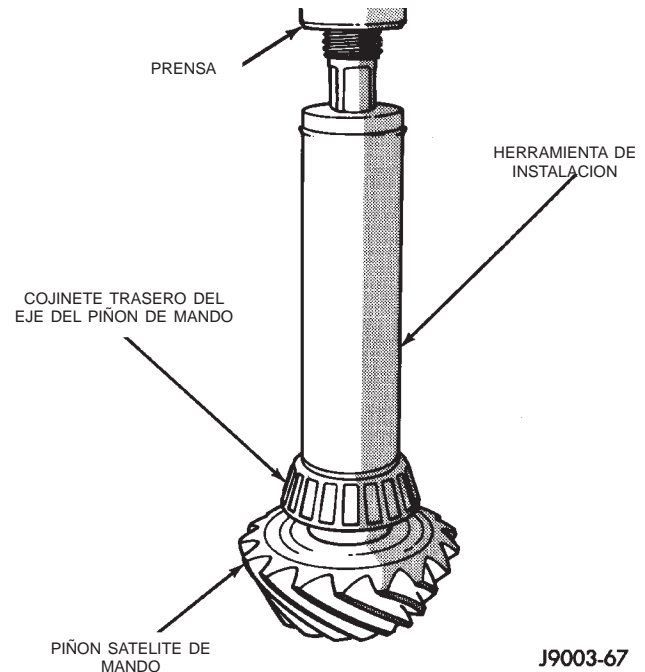

Fig. 55 Instalación del cojinete trasero del eje
(7) Coloque el espaciador con el espesor correcto en el piñón satélite.
(8) Instale el cojinete trasero y el deflector de aceite, si está equipado, en el piñón satélite con el instalador W-262 (Fig. 55).